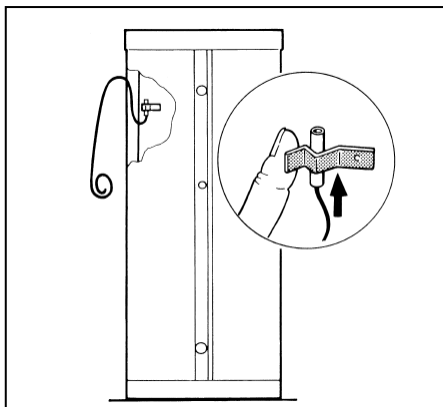

Рис. 8 Монтаж температурного датчика (схематическое изображение)
- Температурный датчик (Рис. 8) установите в пружинный фиксатор так, чтобы полностью вся поверхность датчика прилежала к наружной поверхности стенки бойлера.